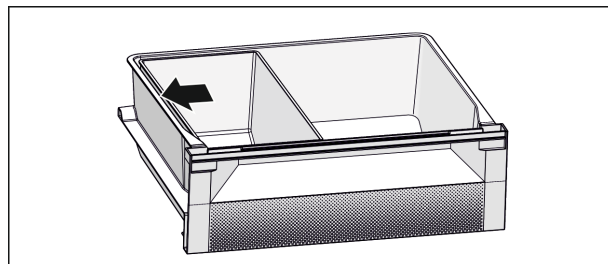

Fig. 7
- ▶ Pro optimální funkci chlazení: Umístěte misku Fish & Seafood podle obrázku (viz Fig. 7).